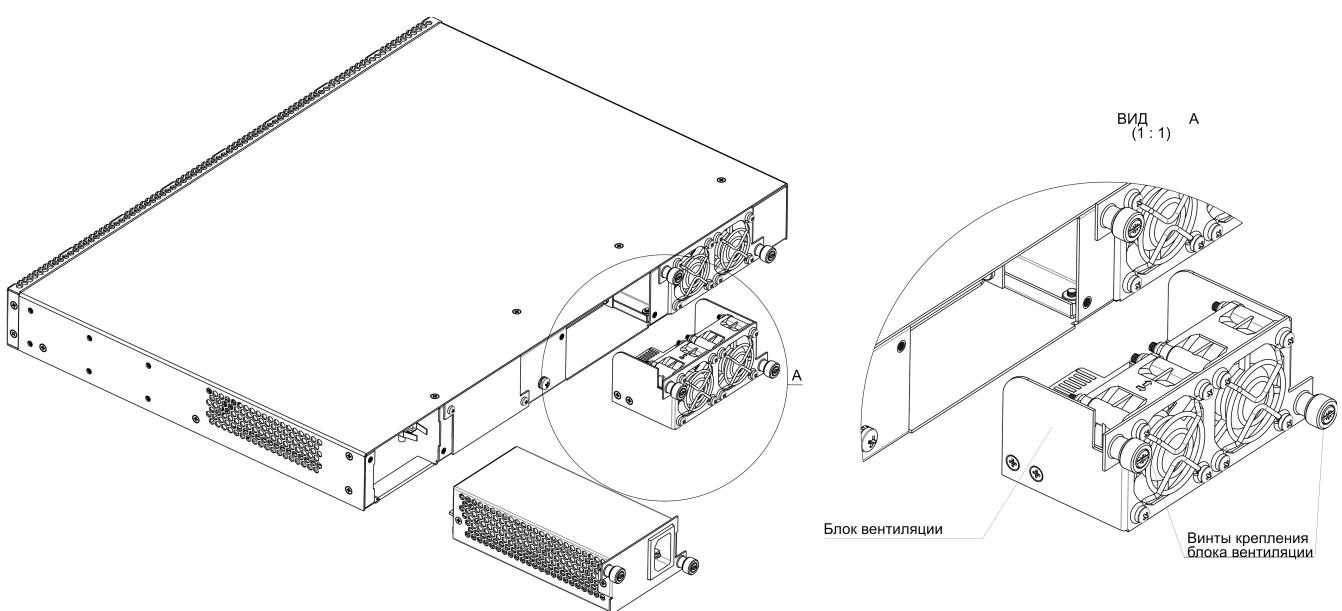

Рисунок 47 – Блок вентиляции. Крепление в корпус
- **Шаг 1.** С помощью отвертки открутить винты крепления блока вентиляции на задней панели (рисунок 47).
- **Шаг 2.** Зафиксировать винтами крепления блок вентиляции на задней панели (рисунок 47).
- **Шаг 1.** С помощью отвертки открутить винты крепления блока питания на задней панели (рисунок 47).
- **Шаг 2.** Зафиксировать винтами крепления блок питания на задней панели (рисунок 47).